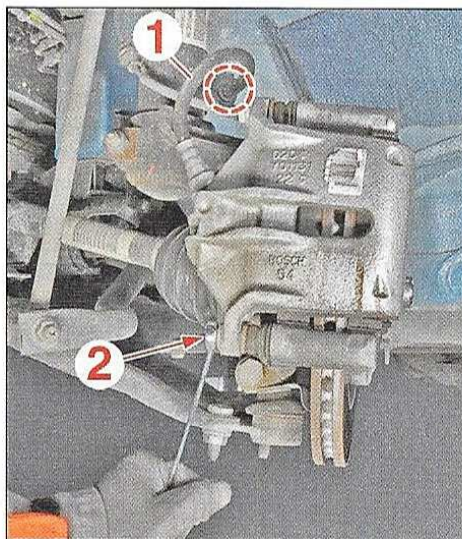

FIG.2
- Libérer le flexible de liquide de frein (1) de l'élément de suspension (Fig.2).
- Déposer la vis (2).